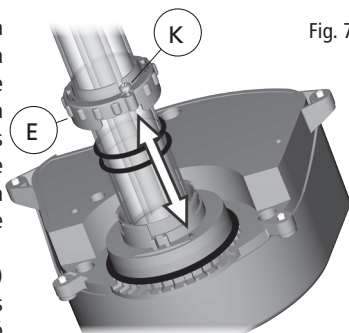
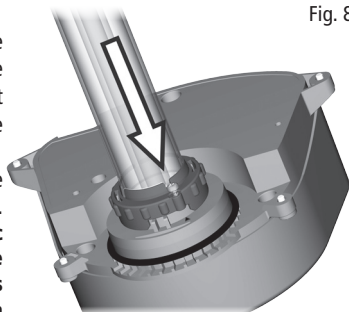

Fig. 7
Fig. 8
- À cette étape, il est possible de nettoyer le manchon de quartz (C), au besoin. **Pour nettoyer le manchon de quartz et ainsi enlever tout tartre et débris, utiliser un linge doux et humide. En cas de saleté tenace, se servir d'un peu de vinaigre. Ne pas employer de détergents ni d'autres nettoyants chimiques. S'il n'est pas nécessaire de changer la lampe UV-C, se rendre tout de suite au point no 10.**
- Afin d'accéder à la lampe UV-C (B), retirer le manchon de verre (C) en dévissant environ trois tours la vis de fixation (K) de la bride de retenue (E) qui l'attache au couvercle UV-C. Ensuite, tourner la bride de retenue d'environ 30 degrés en sens inverse des aiguilles d'une montre jusqu'à ce que la vis soit alignée avec la flèche qui se trouve à l'intérieur du couvercle UV-C, puis tirer afin d'enlever le couvercle. Important : La bride de retenue est dotée d'une vis de fixation antiperte. Aucun besoin de la retirer complètement; il suffit de la dévisser jusqu'à ce que la bride de retenue puisse être tournée et enlevée.
- Une fois le manchon de quartz retiré, sortir la lampe UV-C (B) de sa douille (s'il ne s'agit pas du premier démarrage) et la remplacer par une nouvelle. **MISE EN GARDE - NE PAS ESSAYER DE REGARDER LA LAMPE LORSQU'ELLE EST ALLUMÉE!** Une exposition directe aux rayons ultraviolets est nuisible aux yeux et à la peau. Ne pas faire d'essai avec la lampe UV-C à moins que le filtre soit complètement assemblé et fermé. : Utiliser des pièces de rechange originales Laguna seulement. Consulter la liste des pièces de rechange pour obtenir leur numéro précis.
- Remplacer le manchon de quartz (C) et les deux bagues d'étanchéité (D) dans leur position originale. Il est recommandé de lubrifier les bagues d'étanchéité à l'aide d'un lubrifiant adéquat. **IMPORTANT** – L'amortisseur de la lampe (Y) à l'intérieur du manchon de quartz doit être placé entre la lampe et le bas du manchon de quartz. Ne pas l'enlever. **IMPORTANT** – **Les deux bagues d'étanchéité (D) du manchon de quartz (C) doivent être remplacées chaque fois que le filtre est ouvert.**
- Placer la bride de retenue (E) dans sa position originale. Pour ce faire, aligner la vis avec la flèche et pousser la bride de retenue vers le couvercle UV-C, tourner la bride de retenue d'environ 30 degrés dans le sens horaire des aiguilles d'une montre vers la vis de fixation (K), puis fixer la bride de retenue en vissant la vis de fixation (K). (Fig. 7, Fig. 8 et Fig. 9).
- S'assurer que le manchon de quartz (C) n'est pas endommagé. Vérifier que toutes les pièces sont présentes et ont été réassemblées correctement. En cas de doute, consulter son détaillant Laguna.
- Remettre le couvercle UV-C (A) sur le couvercle du filtre (G), en s'assurant que la bague d'étanchéité intérieure (F) est placée correctement avant de fixer le couvercle UV-C à l'aide des vis (J).
- Fixer le couvercle UV-C (A) au couvercle du filtre en visser les 4 vis antiperte (J). **MISE EN GARDE – Risque de choc électrique : Avant de mettre la lampe en marche, s'assurer que TOUTES les bagues d'étanchéité sont de retour à leur position originale, que TOUTES les vis sont serrées et que le filtre n'a pas été endommagé. Avant de brancher le filtre, effectuer un essai humide du filtre (voir ci-dessous).**